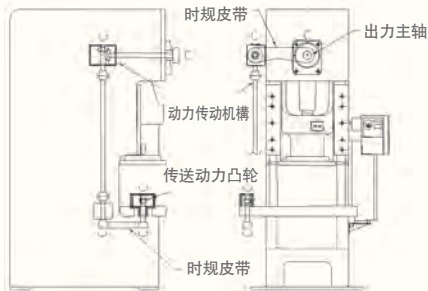

图10 国产化汎用传送冲压床传送模具加工专用机
- 2. 汎用冲床传送模具：**系在汎用冲床安装传送式送料机构所构成之设备，如图10所示。